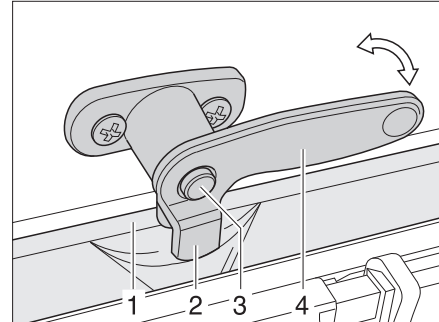

Bild 81 Verriegelungshebel mit Sicherungsknopf in Stellung "Dauerbelüftung"
- Falls vorhanden, den Sicherungsknopf (Bild 81,3) drücken und gedrückt halten.